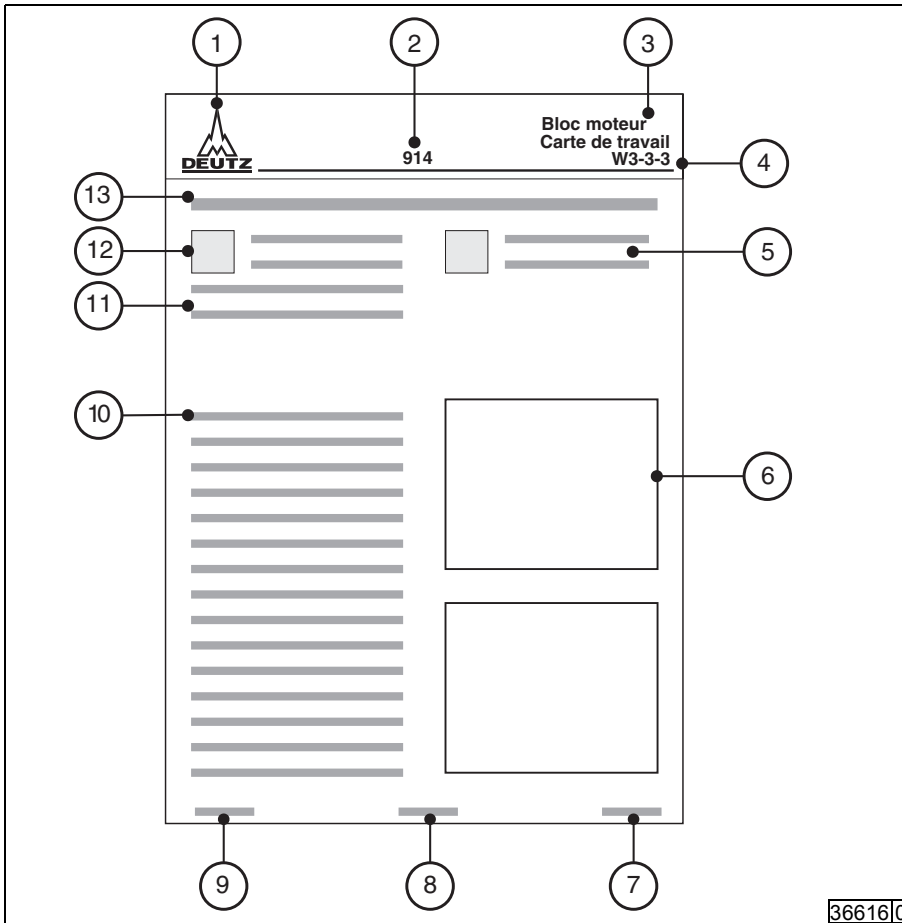

Fig. 2 Structure des cartes de travail
- La structure d'une carte de travail est représentée dans la Fig. 2.